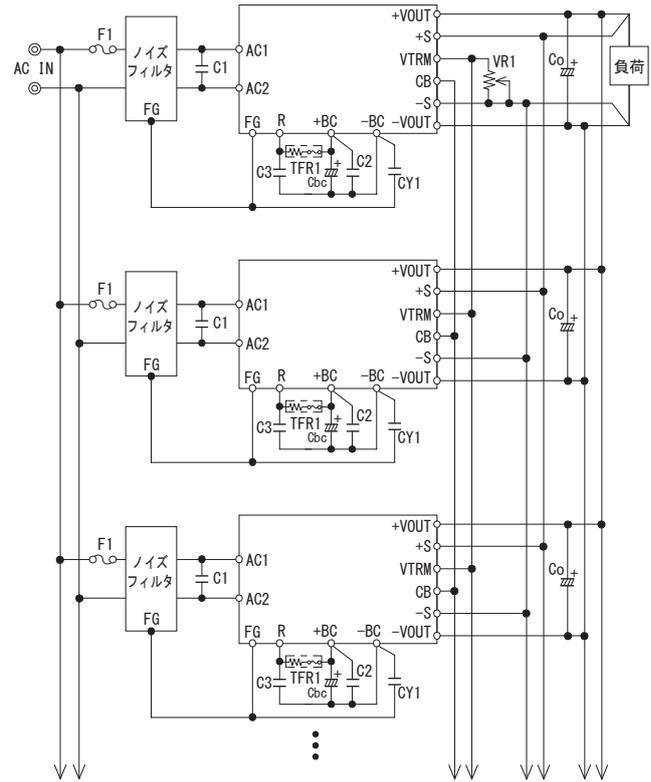

図4.2 並列運転接続例（TUNS1200F）
- 図4.2の配線をすることで、並列運転が可能です。また、1つのボリュームで出力電圧の可変が可能です。なお、出力電圧可変が不要の場合は、VTRM端子同士の接続、VR1は不要です。